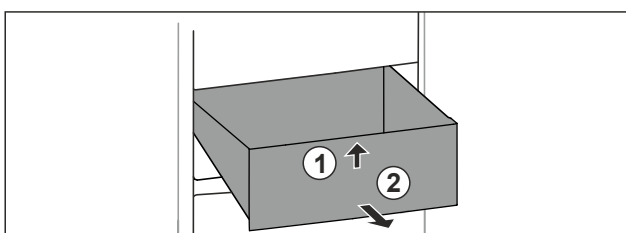

Fig. 97
- ▶ Nadvihnite zásuvku vpredu. Fig. 97 (1)
- ▶ Odoberte zásuvku dopredu. Fig. 97 (2)